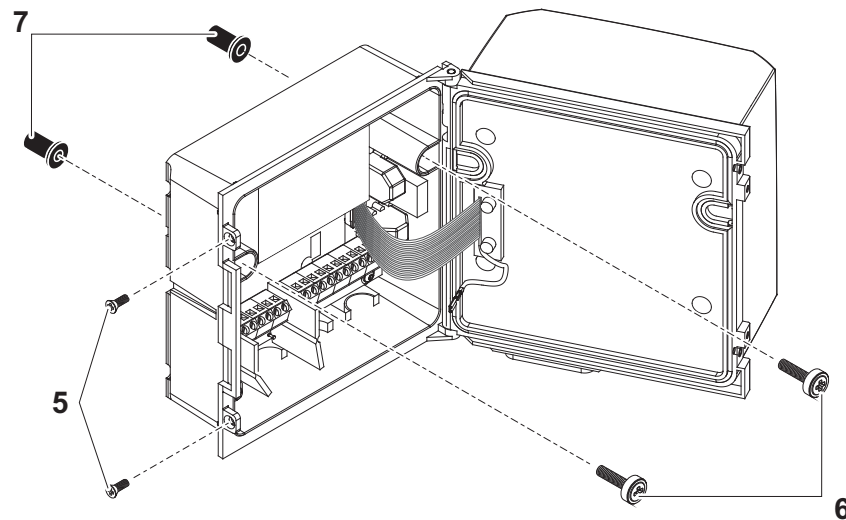

Fig. 3-6 Montaje del parasol: premontaje de las tuercas ciegas ISO
- 2 Retire los dos tornillos avellanados (pos. 5 en la Fig. 3-6) y haga bascular la tapa para abrirla.
- 3 Inserte los tornillos de cabeza cilíndrica (pos. 6 en la Fig. 3-6) con las arandelas de plástico en los orificios de montaje perforados y enrosque sin apretar las tuercas ciegas ISO (pos. 7).
- 4 Coloque el transmisor universal en el parasol y fíjelo en su sitio con los dos tornillos (pos. 6 en la Fig. 3-6).
- 5 Cierre la tapa y fíjela con los dos tornillos avellanados (pos. 5 en la Fig. 3-6).